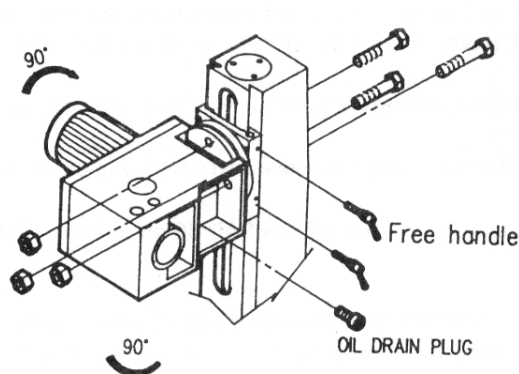

Fig. 1
Basculez la tête comme indiqué sur fig.1. Ouvrez le bouchon de vidange pour permettre à l'huile de couler complètement de l'ouverture. Fermez ensuite le bouchon et basculez la tête vers la position droite. Enlevez le bouchon de filtre à huile, faites le plein de la boîte de vitesse jusqu'à ce que le niveau d'huile atteigne le milieu du niveau. Refermez ensuite le bouchon.
7. Utilisation des pièces principales de la machine (Voir fig.1)
- Pour monter ou pour descendre la tête, desserrez les deux écrous à haute performance de la tête comme indiqué en fig. 1. Utilisez le levier de droite pour faire monter ou descendre la tête sur son mécanisme de transmission par engrenages. Lorsque la hauteur désirée est atteinte, resserrez les écrous afin d'éviter toutes vibrations.